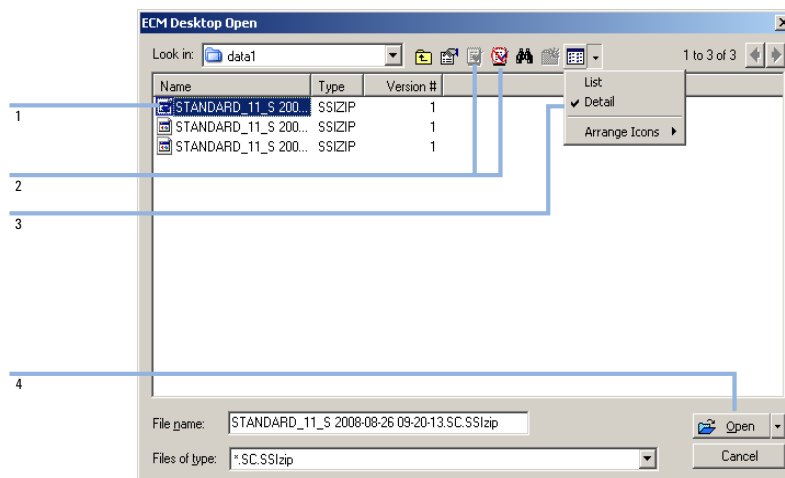
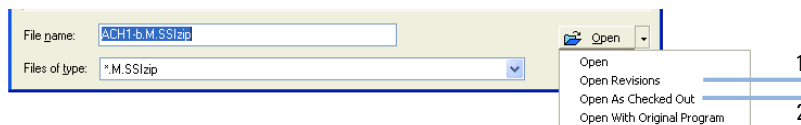
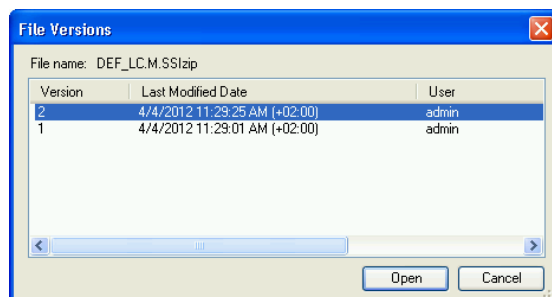

Figure 18 Boîte de dialogue Ouverture de bureau ECM
Figure 19 Commande Ouvrir des révisions
Figure 20 Boîte de dialogue Versions du fichier
Si l'élément a été extrait, il est signalé par une icône bleue ou rouge (reportez-vous à Figure 18, page 66, marqueur 1) :
Pour contrôler un élément d'entrée ou de sortie, vous pouvez utiliser les icônes disponibles dans la fenêtre de dialogue Ouvrir (voir Figure 18, page 66, marqueur 2). Au moyen de ces icônes, vous ne pouvez contrôler que la dernière version de chaque élément.
Afin d'obtenir plus de détails concernant le type et la version des éléments disponibles, sélectionnez la vue **Detail** (voir Figure 18, page 66, marqueur 3). Pour ouvrir une version plus ancienne d'un élément, sélectionnez la commande **Open Revisions** depuis le menu **Open** (voir Figure 19, page 67, marqueur 1). Cela permet d'ouvrir la boîte de dialogue **File Versions** qui répertorie toutes les versions disponibles de l'élément (reportez-vous à Figure 20, page 67).
- 3 Sélectionnez **Open** dans l'une ou l'autre des boîtes de dialogue pour télécharger l'élément vers ChemStation. Pour empêcher les autres utilisateurs de modifier l'élément, vous pouvez sélectionner la commande **Open As Checked Out** pour que l'élément apparaisse comme étant extrait du système de stockage central des données (voir Figure 19, page 67, marqueur 2).